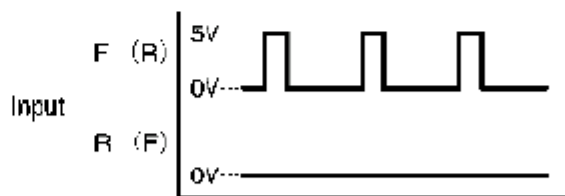

图 3
1. (1) 图 3 所示为 CH1~CH3 驱动器加的数字伺服信号 (除主轴电机外)。